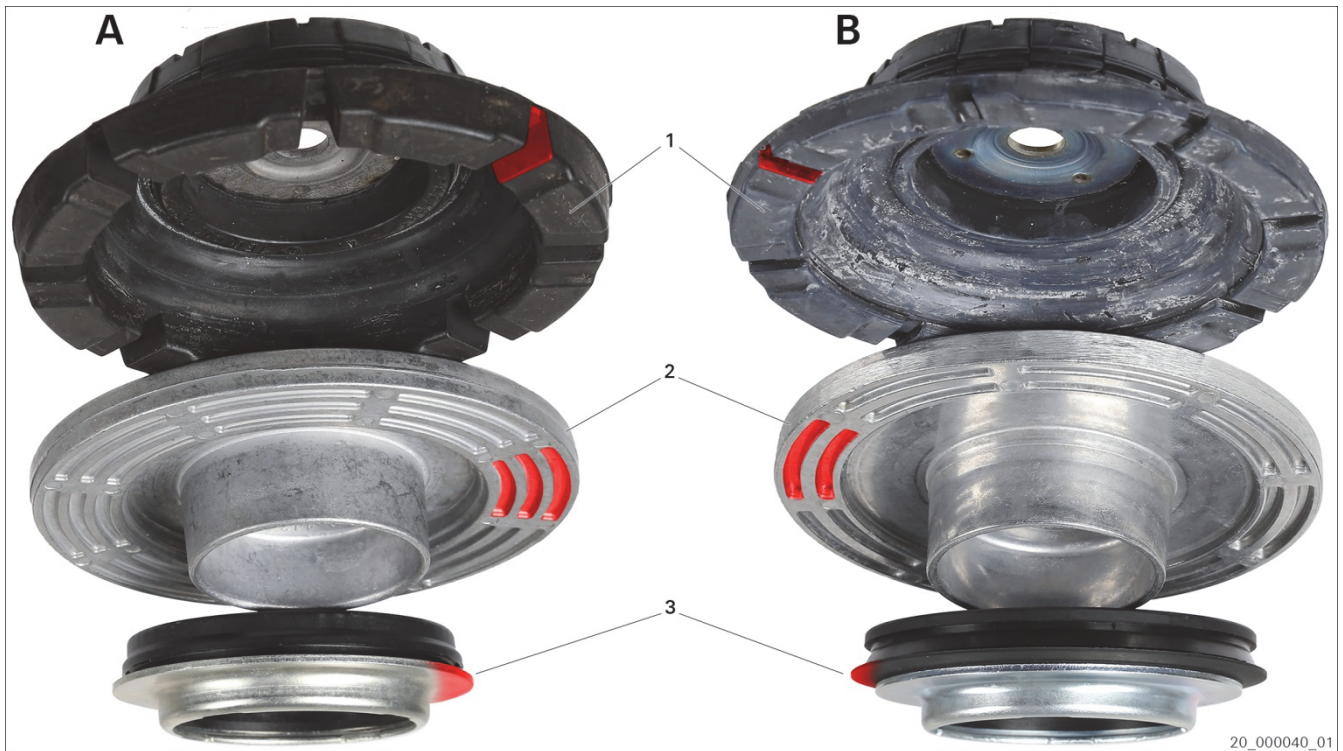

Fig. 1: Soporte del puntal de suspensión variante A/B
En el Volkswagen T5 puede estar montada de fábrica una de las dos variantes: A o B (Fig. 1).
- Durante el desmontaje, comprobar qué variante está montada en el vehículo (Fig. 1: marcas rojas).
- Comprobar si el platillo de muelle (2) desmontado presenta daños. Si en la variante A el platillo de muelle (2) está dañado, debe sustuirse esta variante por la variante B. En la conversión deben sustituirse todas las piezas (1, 2, 3) ya que el platillo de muelle de la variante A tampoco puede ser suministrado ya por el fabricante del vehículo.